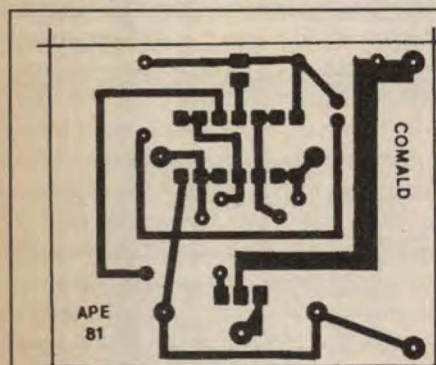

Fig. 2
- FIG. 2 - LAYOUT DO CIRCUITO IMPRESSO ESPECÍFICO - Como sempre, número reduzido de componentes resulta num *layout* simplificado, pouco